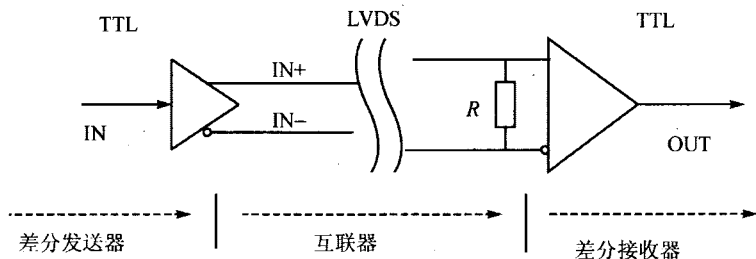

图 10.16
- LVDS 信号传输一般由三部分组成:差分信号发送器和差分信号互联器和差分信号接收器(见图 10.16)。差分信号发送器:将非平衡传输的